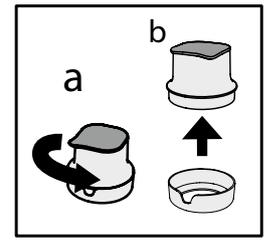
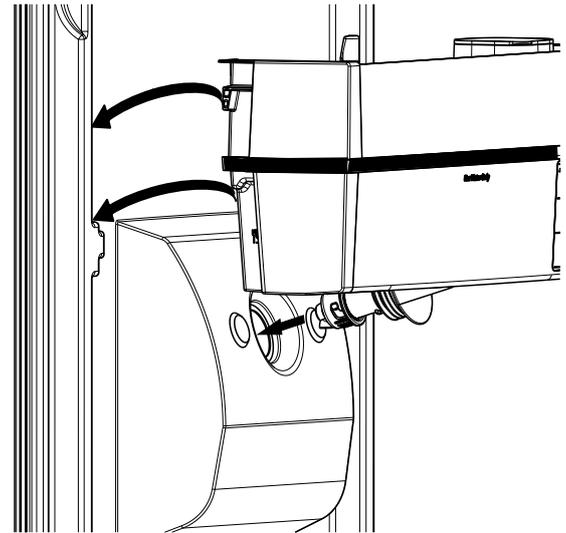

Fig. 5
Fig. 16
- Remova o funil do alojamento do filtro, rodando-o na direção contrária à dos ponteiros do relógio (Fig 5. a - b).
Depois, monte a prateleira para garrafas no depósito de água e monte-a na porta, conforme sugerido em Fig 16. Uma vez instalada, instale o filtro com o cartucho de carvão (conforme descrito em Fig 5, 6, 7, 8).